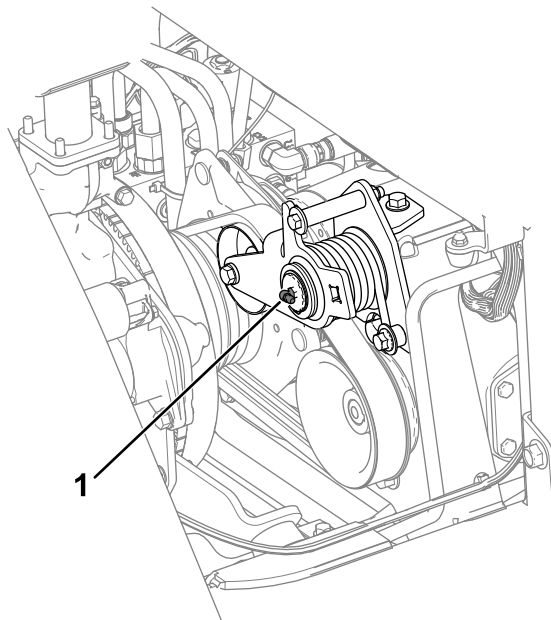

Figura 47
- Bra rolă de ghidare (Figura 47)